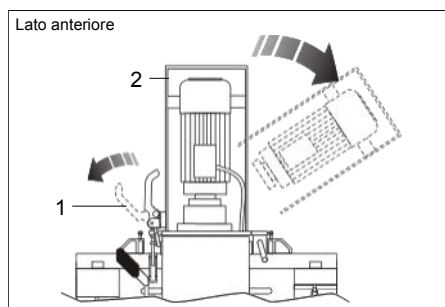

FIG.15 (Apertura del gruppo motoriduttore)
- 2) Aprire il dispositivo di bloccaggio del motoriduttore (FIG.15-Rif.1);
- 3) Aprire il gruppo motoriduttore ruotando in senso orario la flangia fino a fine corsa (FIG.15-Rif.2);